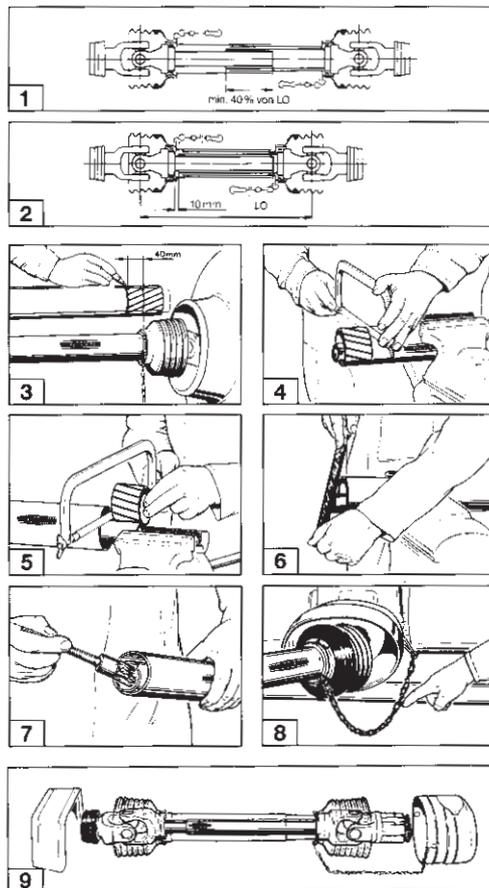

Fig. 5.5
**Adaptar el eje cardánico en el primer montaje en el tractor de acuerdo con la Fig. 5.5. Dado que esta adaptación es específica para cada modelo de tractor, es necesario repetirla en el caso de cambio de tractor.**